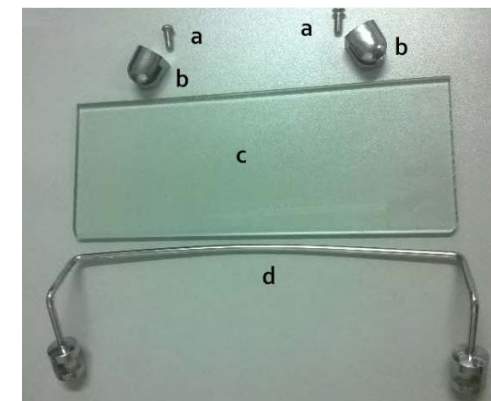

Рис.5
- Установите стеклянные полки /4/. С помощью винтов с шайбами и прокладками /а/, входящими в комплект полок, прикрепите держатели полки /b/ к задней стенке /1/ душевой кабины (рис.5).